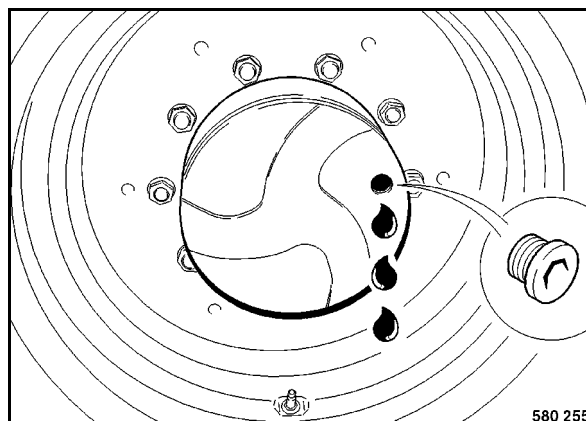

Fig. 197
- Colocar la rueda de accionamiento de forma que el tapón de cierre (Fig. 197) sobre la caja se encuentra en posición horizontal.